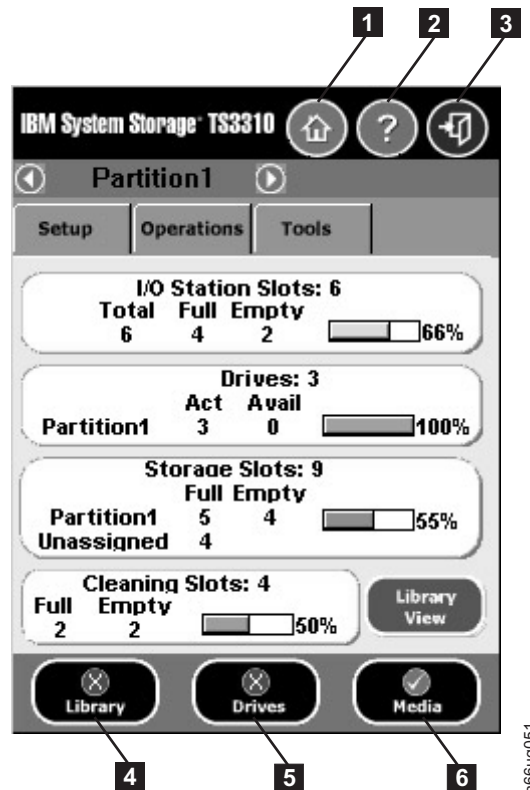

Abbildung 5-1. Allgemeine Titelleistenelemente und Subsystemstatus-Schaltflächen der Bedienerkonsole
- **Symbol für Hauptanzeige (1)** in Abb. 5-1). Ruft die Standardanzeige **Capacity View** auf, in der mit der Schaltfläche **Library View** zu der Anzeige **Library View** umgeschaltet werden kann. In der Anzeige **Library View** wiederum kann über die Schaltfläche **Capacity View** zu der Anzeige **Capacity View** umgeschaltet werden.
- **Symbol für Hilfe (2)** in Abb. 5-1). Eine kontextbezogene Hilfe für die zugehörige Seite.
- **Symbol für Abmelden (3)** in Abb. 5-1). Ermöglicht das Abmelden.
- **Library (4)** in Abb. 5-1). Öffnet eine Menüauswahlanzeige für das Kassettenarchiv und dann die Bedieneringriffsanzeige für das Kassettenarchiv.
- **Drives (5)** in Abb. 5-1). Öffnet die Bedieneringriffsanzeige für Laufwerke.
- **Media (6)** in Abb. 5-1). Öffnet die Bedieneringriffsanzeige für Kassetten.